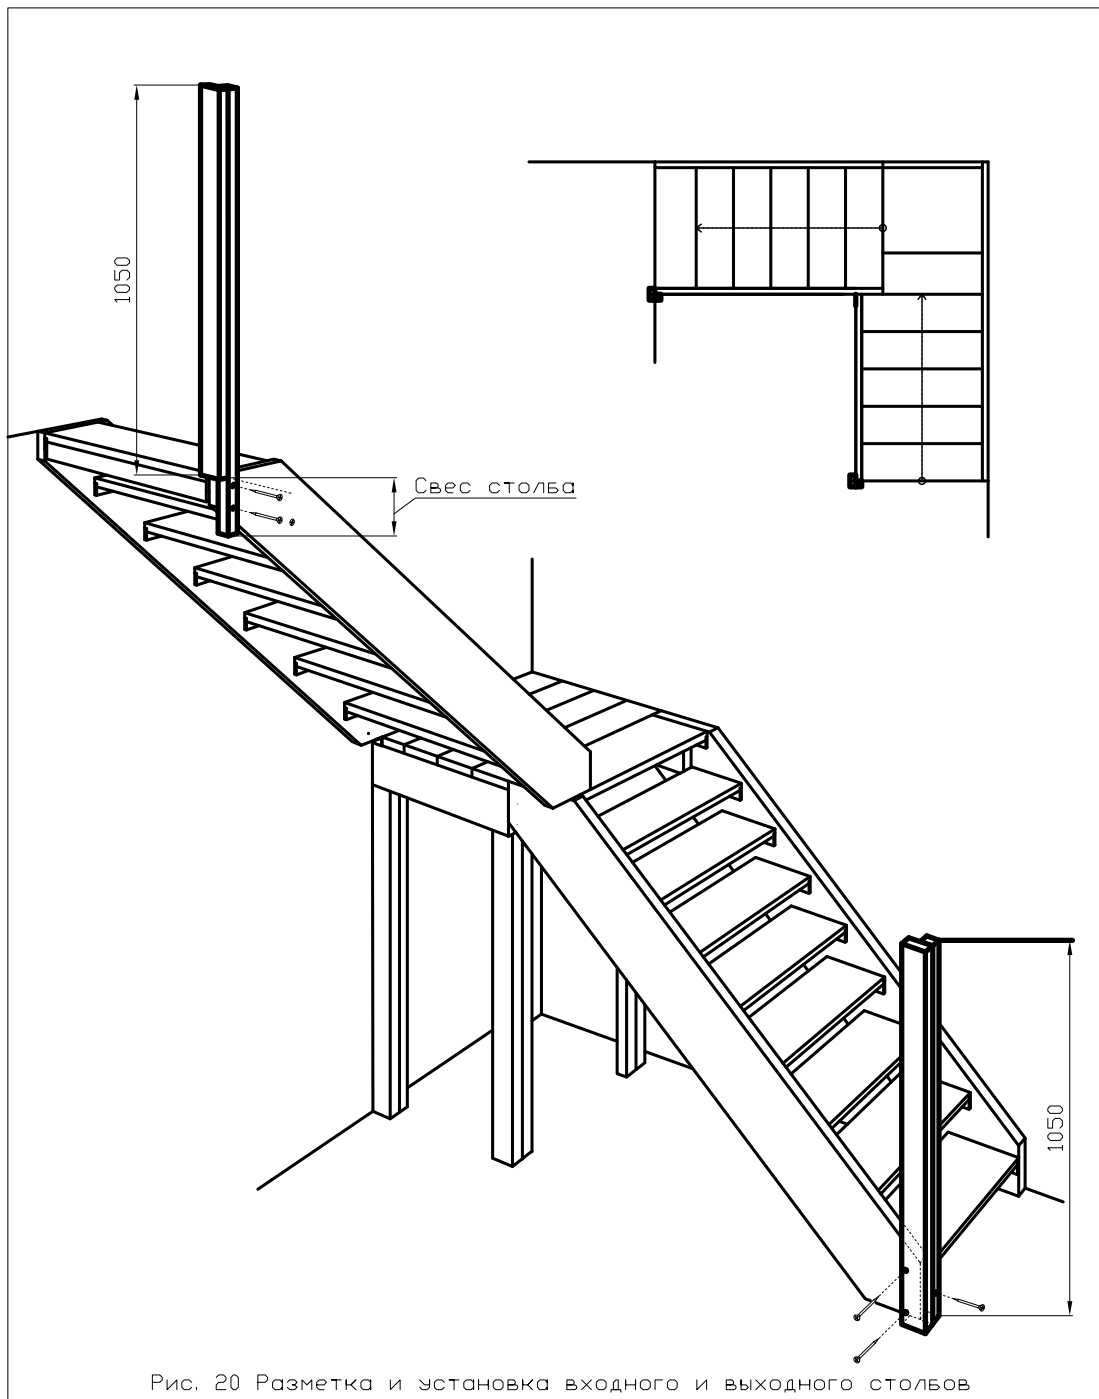

Рис. 20 Разметка и установка входного и выходного столбов
- 2.10.2 Входной и выходной столбы, как и столбы площадки, состоят из двух брусков сечением 40x80 и 40x40мм, скрепленных саморезами с шагом приблизительно 300мм. Высота входного столба и бруска 40x80 выходного столба составляет 1050мм. Глубина свеса бруска 40x40 выходного столба определяется в зависимости от того крепится свес только к тетиве или и к перекрытию тоже. См. Рис. 20.